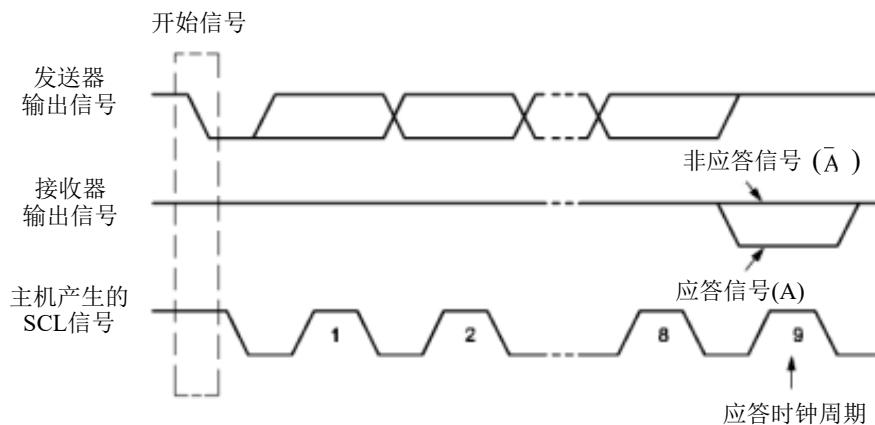

Figure 15-5 IIC 总线的应答信号
另一个从机通信。如 Figure15-5 所示，当 SCL 为高电平时，SDA 由高电平向低电平跳变，产生重新开始信号，它的本质就是一个开始信号。
应答信号 (A): 接收数据的 IIC 在接收到 8 位数据后，向发送数据的 IC 发出的特定的低电平脉冲。每一个数据字节后面都要跟一位应答信号，表示已收到数据。应答信号在第 9 个时钟周期出现，这时发送器必须在这一时钟位上释放数据线，由接收设备拉低 SDA 电平来产生应答信号，由接收设备保持 SDA 的高电平来产生非应答信号 ( $\bar{A}$ )，如 Figure15-5 所示。所以，一个完整的字节数据传输需要 9 个时钟脉冲。如果从机作为接收方向主机发送非应答信号，这样，主机方就认为此次数据传输失败；如果是主机作为接收方，在从机发送器发送完一个字节数据后，发送了非应答信号，从机就认为数据传输结束，并释放 SDA 线。不论是以上哪种情况都会终止数据传输，这时，主机或是产生停止信号释放总线，或是产生重新开始信号，开始一次新的通信。开始信号、重新开始信号和停止信号都是由主控制器产生，应答信号由接收器产生，总线上带有 IIC 总线接口的器件很容易检测到这些信号。